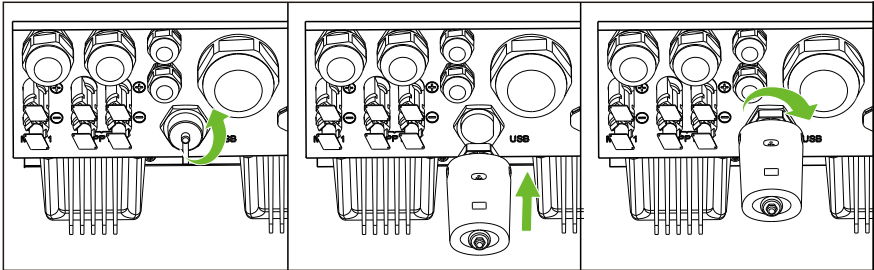

图6.21 USB连接
- 2) 如图6.21所示，将WiLAN-X2模块插入USB接口，WiLAN-X2模块的LED指示灯将亮起。
- 3) 如图6.21所示，WiLAN-X2模块的“▲”朝前，将WiLAN-X2模块插入USB接口，并拧紧锁扣。